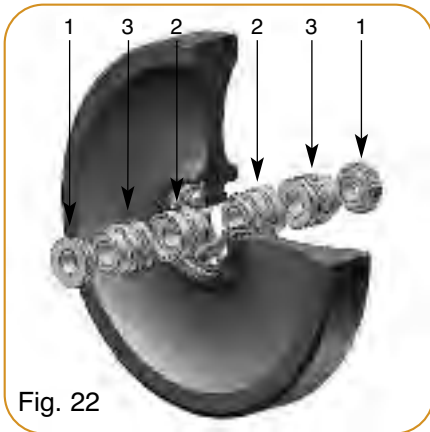

Fig. 22
- Montage version A : roue largeur 29 mm en simple ligne (fig. 22).
- Version A assembly : 29 mm wide wheel in single line (fig. 22)
- Montage Version A: Rad Breite 29 mm in einfacher Linie (Abb. 22).
- Montaje versión A : rueda anchura 29 mm en simple línea (fig. 22).